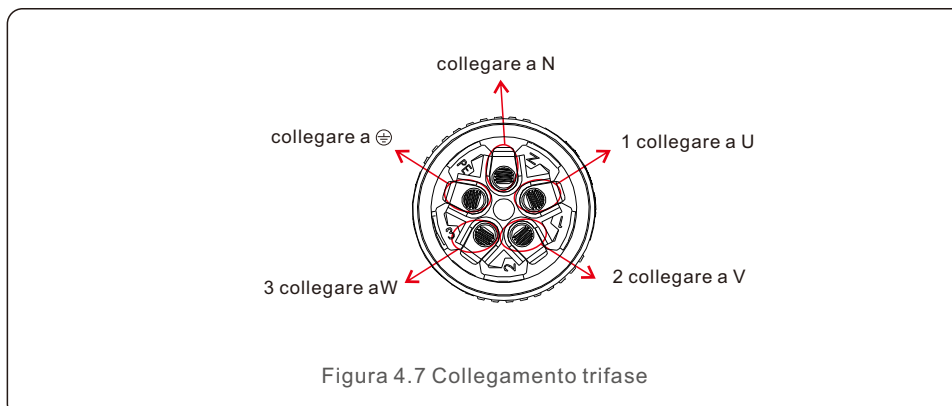

Figura 4.7 Collegamento trifase
- Per l'installazione di un inverter trifase, collegare U, V, W ai pin 1, 2, 3 e N al pin 4, collegare il PE al simbolo PE (vedere figura 4.7).